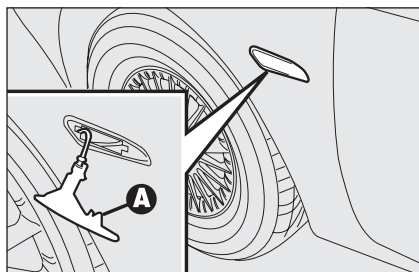
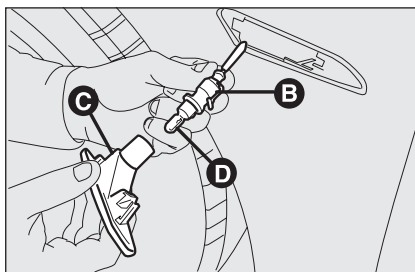

fig. 30
fig. 31
- spingere a mano il trasparente nel senso contrario alla direzione di marcia della vettura in modo da comprimere la molletta di fissaggio **A-fig. 30**. Liberare la parte anteriore ed estrarre il gruppo;
- ruotare in senso antiorario il portalampana **B-fig. 31** ed estrarlo dal trasparente **C**.
- inserire il portalampana **B-fig. 31** nel trasparente **C** quindi posizionare il gruppo verificando lo scatto della molletta di fissaggio **A-fig. 30**.